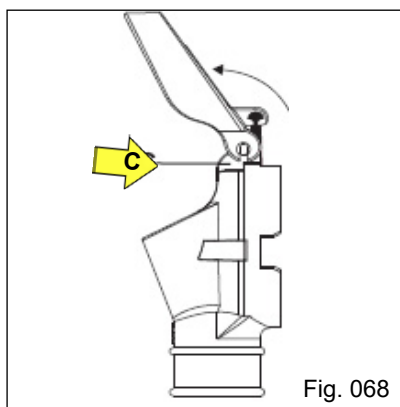
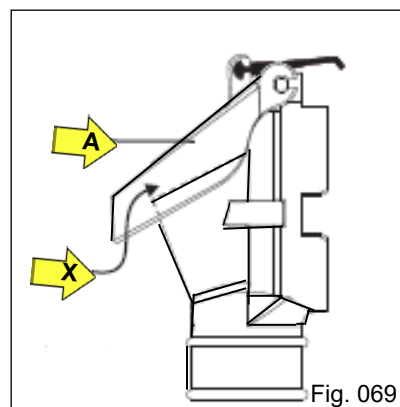

Fig. 068
Fig. 069
b) Introduza a tampa até o final do canal e faça o giro da mesma (Fig. 068), observando a mesma posição nos dois lados dos pinos do bocal. Após gire até o batente “X” da face superior do bocal (Fig. 069).